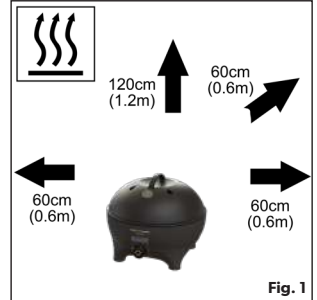

Fig. 1
- Brug ikke grillen inden for 60 cm fra brændbare materialer. Mindste sikre afstande er: Over grillen 1,2 m. På bagsiden og siderne 60 cm (se fig. 1).